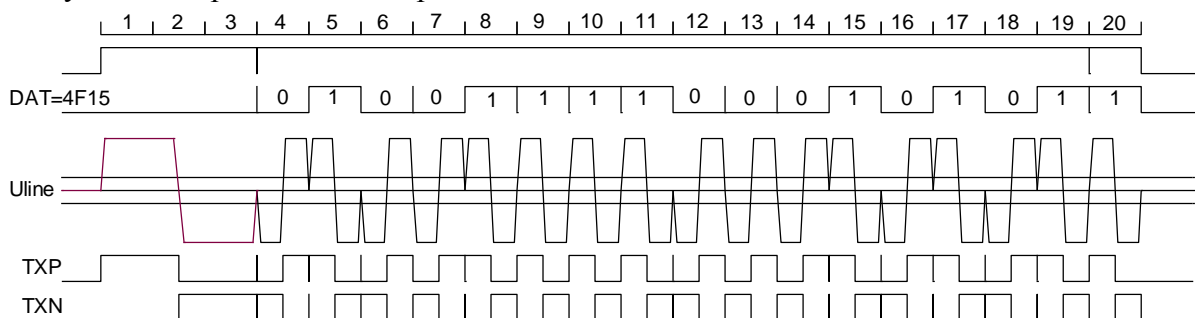

Рис.1 Временные диаграммы сигналов MIL-1553
В соответствии со стандартом размер кадра - 20 бит. Первые 3 бита – (3 мкс) сигнал синхронизации (два импульса по 1.5 мкс разной полярности), затем 16 бит данных и последний бит в кадре – дополнение до нечетности. Слово данных (WD) отличается от контрольного слова (CW) только полярностью сигнала синхронизации. Контрольное слово (CW) начинается с положительного, а слово данных (WD) с отрицательного импульса синхронизации. На рис.1 показано слово данных.